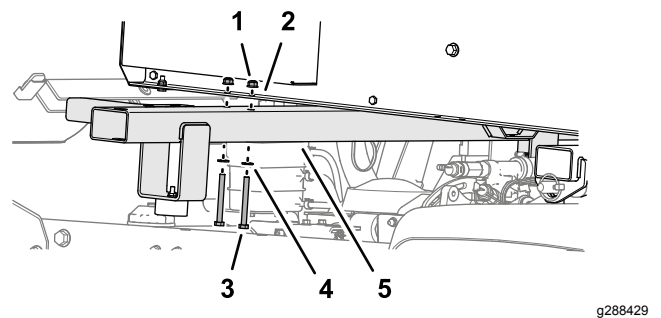

Figura 15
2. Eleve a travessa frontal para a calha do adubador e monte a travessa na calha (Figura 15) com dois parafusos (5/16 pol. x 3 pol.), duas anilhas (5/16 pol.) e duas porcas de bloqueio flangeadas (5/16 pol.).